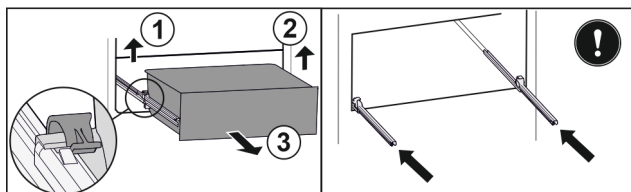

Fig. 103
- 提起左侧夹子，同时将抽屉左侧向前拉。 Fig. 103 (1)
- 提起右侧夹子，同时将抽屉右侧向前拉。 Fig. 103 (2)
- 朝前取出抽屉。 Fig. 103 (3)